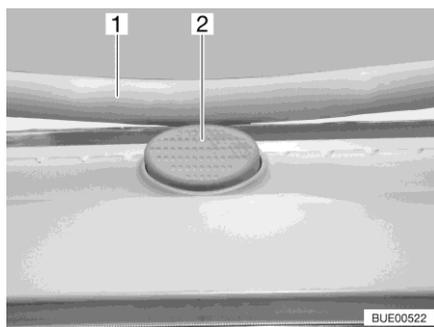

Fig. 80 Botón de seguridad (claraboya Heki)
- Pulsar el botón de seguridad (Fig. 80,2) y tirar el estribo (Fig. 80,1) hacia abajo con ambas manos.
- Presionar el estribo hacia arriba con ambas manos hasta que el estribo se encuentre encima del botón de seguridad (Fig. 80,2).